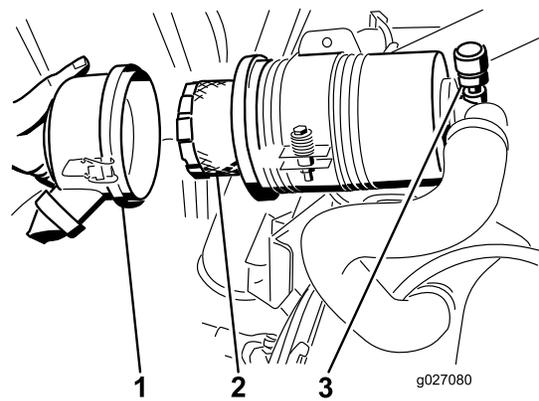

Рисунок 50
5. Снимите и замените фильтр (Рисунок 50).